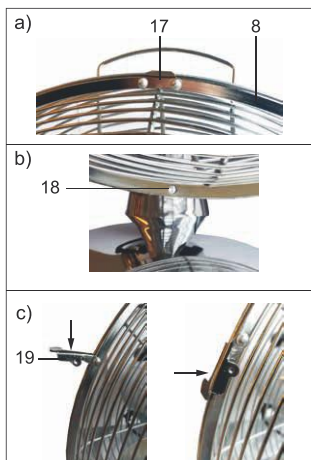

Fig.64: Montering af det forreste beskyttelsesgitter
18. Skub det forreste beskyttelsesgitter (8) med ophænget (17) over kanten på det bageste beskyttelsesgitter. Fig. 64 a).